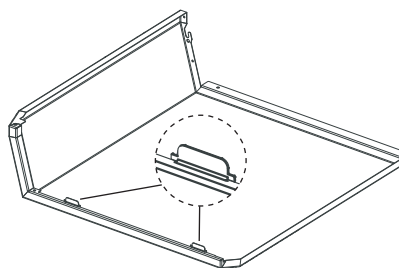

Fig. 117 Piegare entrambe le linguette
- ▶ Piegare lateralmente 2 linguette – Fig. 117.